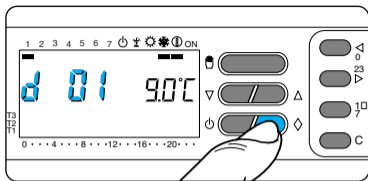

Fig. 58
**10.5** - Premere due volte il pulsante  $\diamond$  (fig. 58).